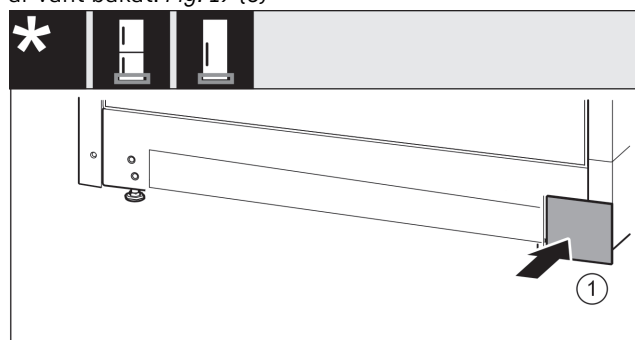

Fig. 20
- ▶ Sätt på täckplattan på den andra sidan igen. Fig. 20 (1)